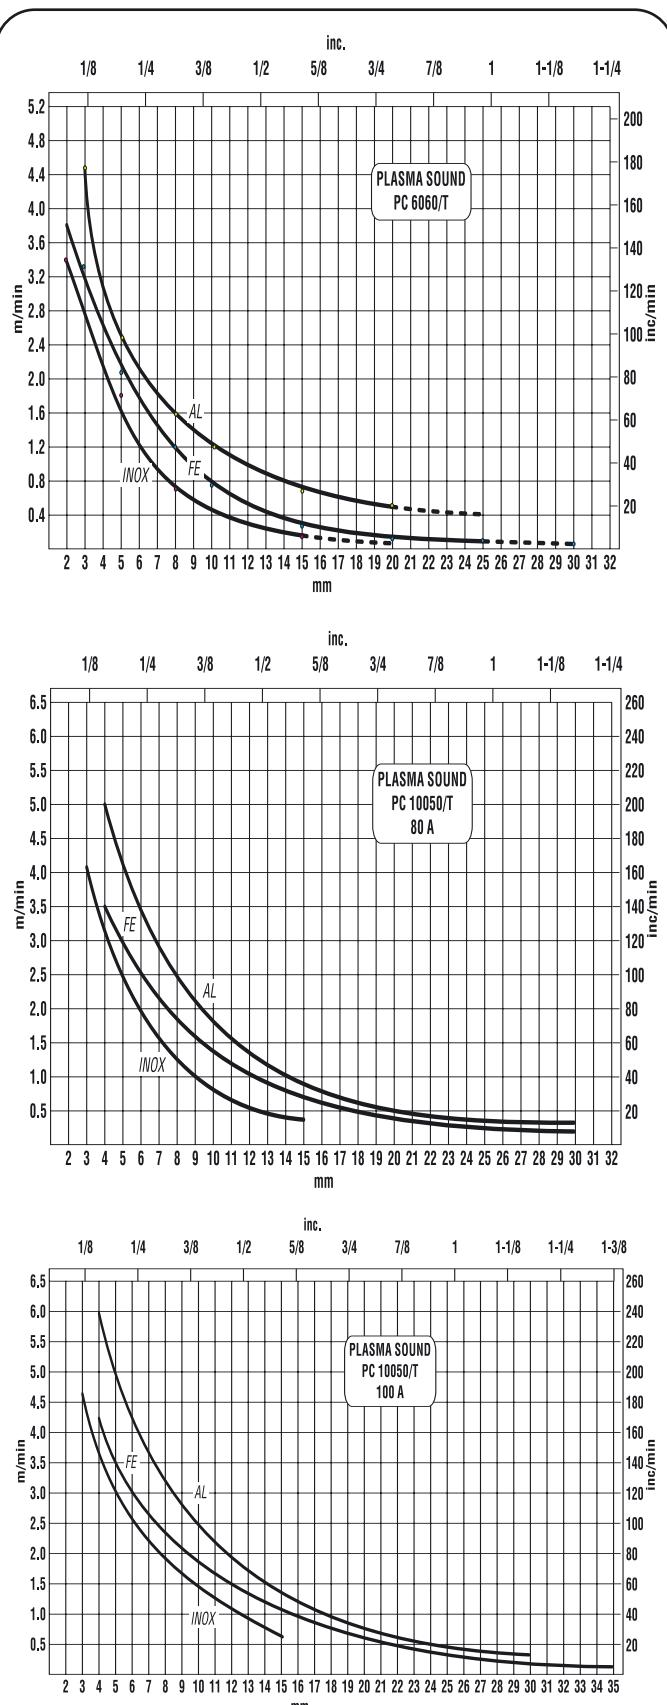

Fig. 4
- . Espesor excesivo de la pieza (ver diagramas velocidad de corte, fig. 4)